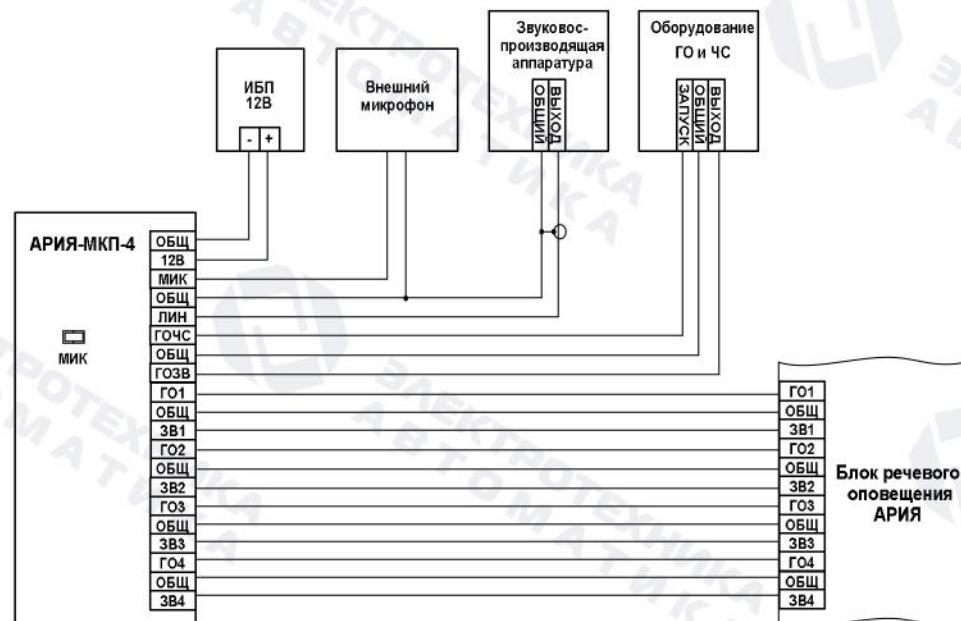

Рис.1. Схема подключения.
2. Подключение изделия должно выполняться в соответствии со схемой (рис.1.).
Для подключения внешнего электретного микрофона предусмотрены контакты «МИК» и «ОБЩ». При подключении внешнего микрофона необходимо отсоединить разъем «МИК» для отключения встроенного микрофона. (см.рис.1).